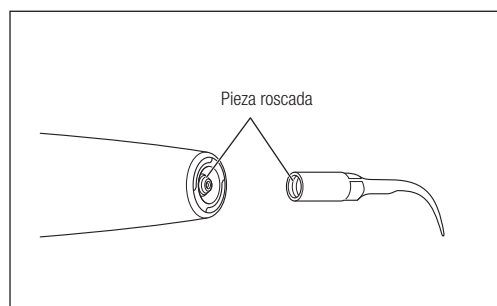

Fig. 14
- 1) Compruebe que las piezas roscadas de la pieza de mano y la punta estén limpias (Fig. 14).